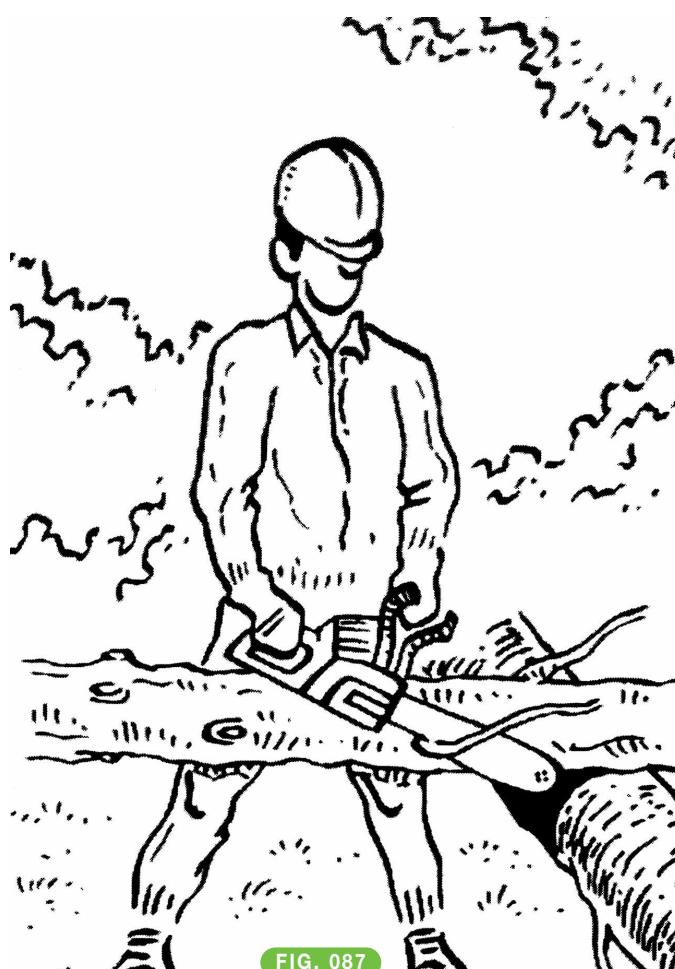

FIG. 087
- Procurar ya en el derribo, hacer caer el árbol sobre otros caídos y limpios, colocándolo a la altura ideal de trabajo que es entre las rodillas y las caderas. **FIG. 087**